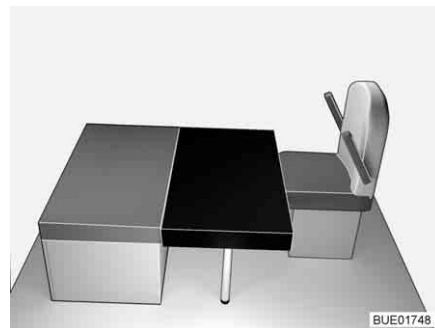

Bild 114 Efter ombyggnaden
- Lägg den rektangulära extra dynan på borden (framför sittbänkens sittdyna, se Bild 114). Urklippet i den extra dynan ligger då vid den främre stödväggen.